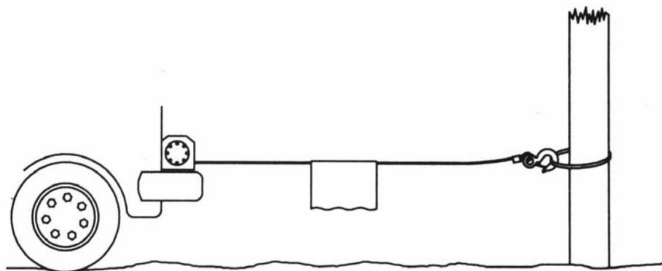

Figura 14
2. Al tirar de una carga, coloque una manta, una chaqueta o una lona sobre el cable de acero cerca del extremo del gancho (consulte la Figura 14). Esto hará que el cable de acero roto se recupere más lentamente y ayudará a evitar lesiones graves. Levante el capó para proteger el parabrisas.